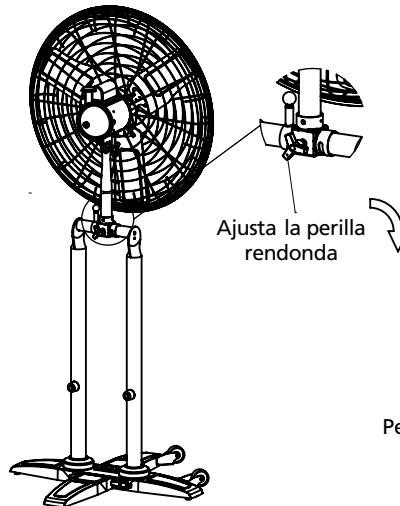

Figura 8
7. Bloquéalo en la posición ajustando la perilla redonda. (Figura 8)